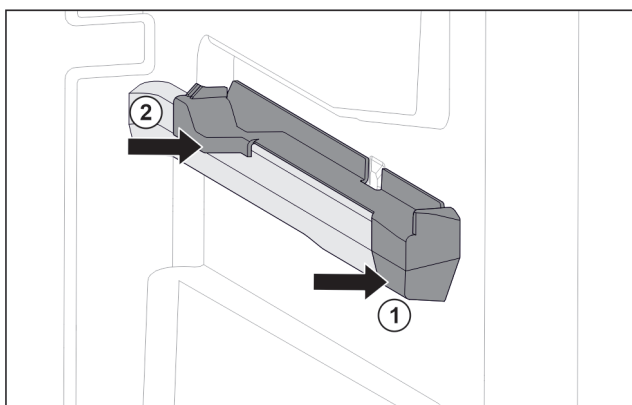

Fig. 124 Наставка върху дясното ребро на съда
- ▶ Поставете наставката отпред към реброто на съда. Fig. 124 (1)
- ▶ Притиснете наставката отзад. Fig. 124 (2)